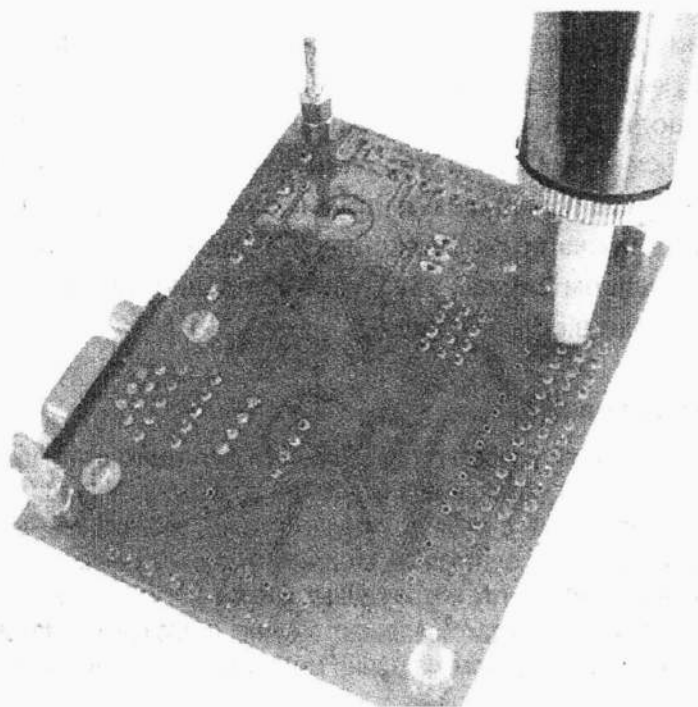

Рис. 8.7. Поместите носик отсоса прямо на соединение, с которого нужно удалить припой, или непосредственно рядом с ним
1. **Взведите пружину, а затем поставьте носик отсоса на соединение, с которого нужно удалить припой.** Пример показан на рис. 8.7.